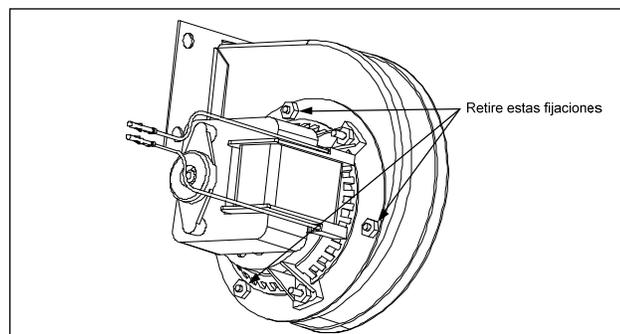

Figura 5
4. Quite los tres sujetadores que sujetan el ensamble del motor del ventilador a la carcasa del mismo, y separe los dos componentes. (Consulte la Figura 5)